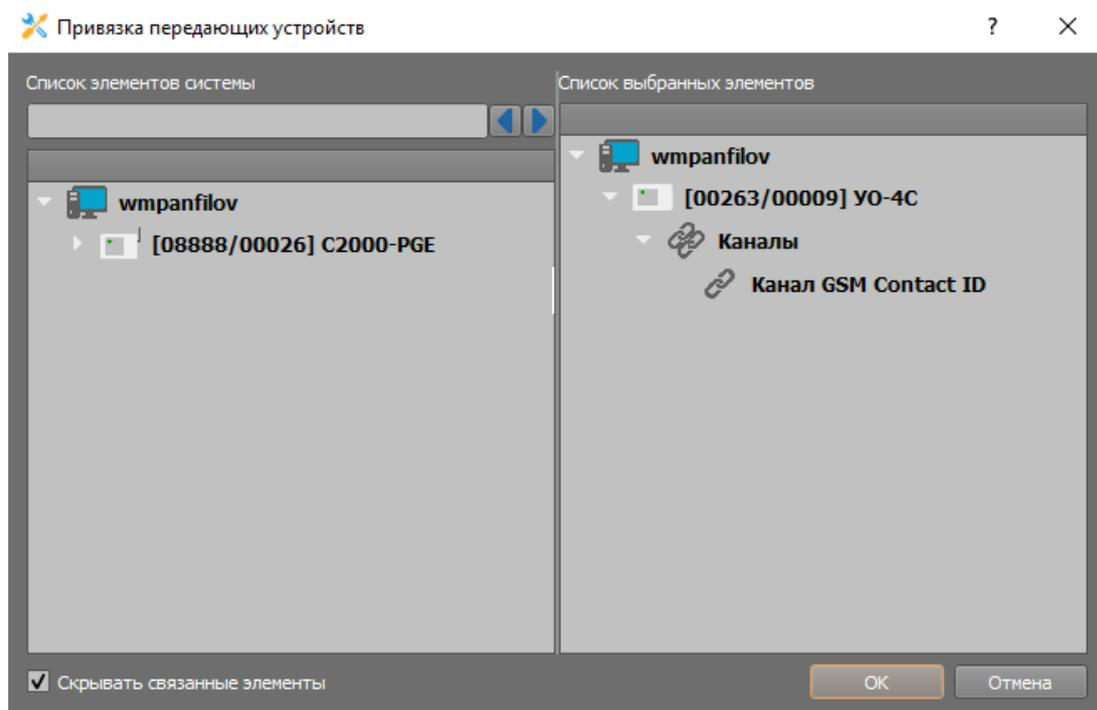

Рисунок 4.49. Привязка канала «УО-4С» к каналу УОПа
6. Двойным нажатием на свободное место таблицы привязки вызовите окно мастера привязки каналов ПОО к каналам УОПа. В списке свободных элементов системы найдите созданный канал ПОО «УО-4С» и перетащите его в список выбранных элементов, нажмите «ОК». После завершения работы мастера привязки в таблице будет показан привязанный канал и полный путь до ПОО «УО-4С» (Рисунок 4.49). Примените изменения, нажав на кнопку «Применить».